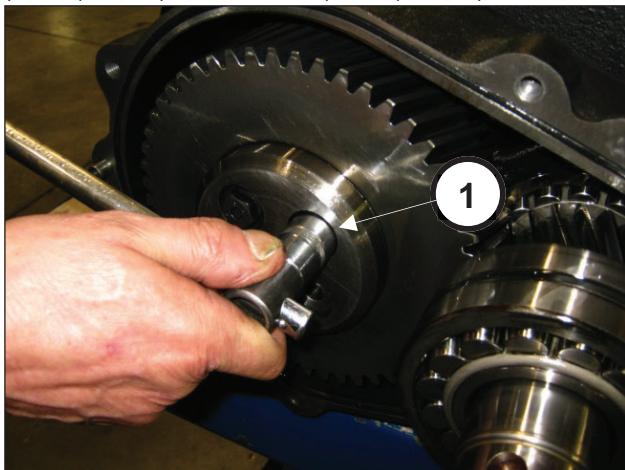
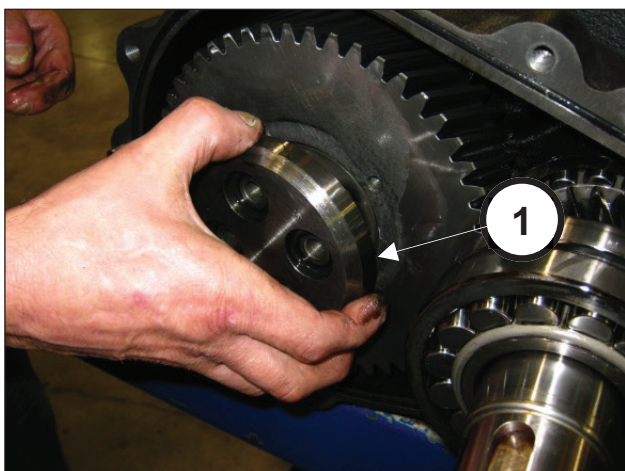

Рис. 10
Рис. 11
По завершении операции снимите крышку редуктора. Открутите винты крепления стопора ведомой шестерни (поз. ①, Рис. 10) и снимите его (поз. ①, Рис. 11).